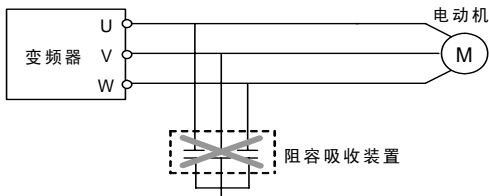

图 3-1 输出端禁止连接阻容吸收装置
- (1) 确保变频器与供电电源之间连接有中间断路器，以免变频器故障时事故扩大。
- (2) 为减小电磁干扰，请给变频器周围电路中的电磁接触器、继电器等装置的线圈接上浪涌吸收器。
- (3) 频率设定端子 AI、仪表回路(AO)等模拟信号的接线请使用 0.3mm^2 以上的屏蔽线，屏蔽层连接到变频器的接地端子 E 上，接线长度小于 30m。
- (4) 继电器输入及输出回路的接线(X1 ~ X4)都应选用 0.75mm^2 以上的绞合线或屏蔽线，屏蔽层与控制端子的公共端 CM 相连，接线长度小于 50m。
- (5) 控制线应与主回路动力线分开，平行布线应相隔 10cm 以上，交叉布线应使其垂直。
- (6) 变频器与电机间的连线应小于 30m，当接线长度大于 30m 时，应适当降低变频器的载波频率。
- (7) 所有引线必须与端子充分紧固，以保证接触良好。
- (8) 所有引线的耐压必须与变频器的电压等级相符。
- 变频器 U、V、W 输出端不可加装吸收电容或其它阻容吸收装置，如图 3-1 所示。